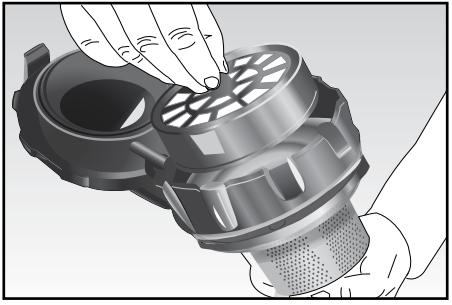

Fig. 7
- aprire il coperchio, agendo sull'apposita levetta, ed estrarre il filtro Hepa (Fig. 7).